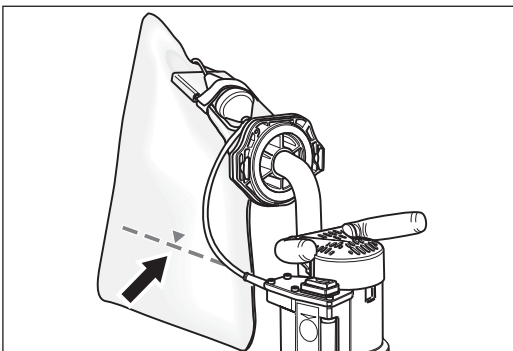

Abb. 20 Markierung für maximale Füllhöhe des Staub-sacks.
- **Der Staub sack muss spätestens bei einer Befüllung von einem Drittel entleert werden, um eine Verschlechterung der Absaugung durch die fehlende Filterfläche zu vermeiden! Die waagerechte Linie an der Außenseite des Staubsacks kennzeichnet die maximale Füllhöhe (Abb. 20)!**